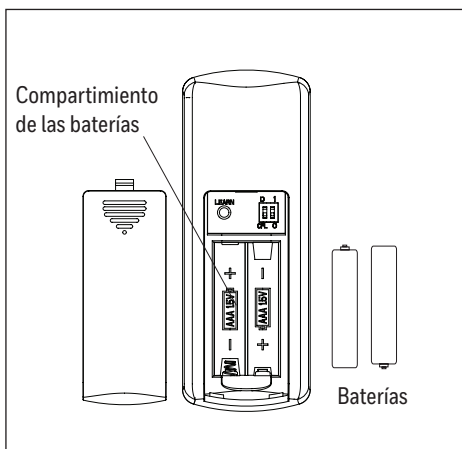

Figura 5.1
1. Use un destornillador de cabeza plana, de ser necesario, para retirar la cubierta de la batería en la parte posterior del control remoto del paquete remoto. Inserte dos baterías en el control remoto; asegúrese de que la polaridad de las baterías coincida con la polaridad indicada en el compartimiento para esta: positivo (+) con positivo (+) y negativo (-) con negativo (-). Vuelva a colocar la contratapa y presione el botón de encendido del ventilador en el control remoto para asegurarse de que se encienda el indicador LED y que el control remoto encienda el ventilador (Figura 5.1).